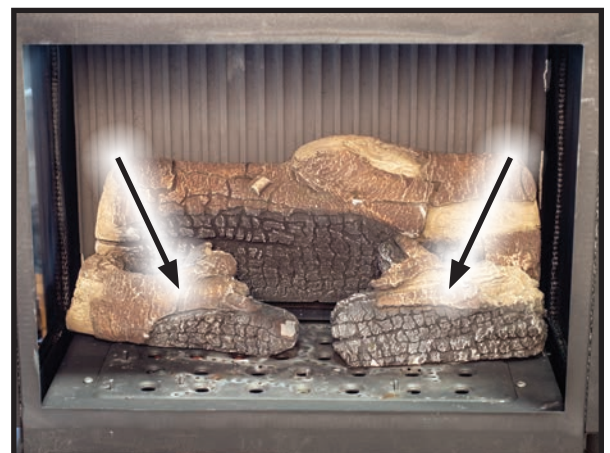

Figure 45: Log #5 & #6 Placement
2. Placez le journal n° 5 à gauche et le journal n° 6 à droite devant le journal n° 8. Alignez les trous du bas avec les broches du plateau du brûleur (Figure 45).